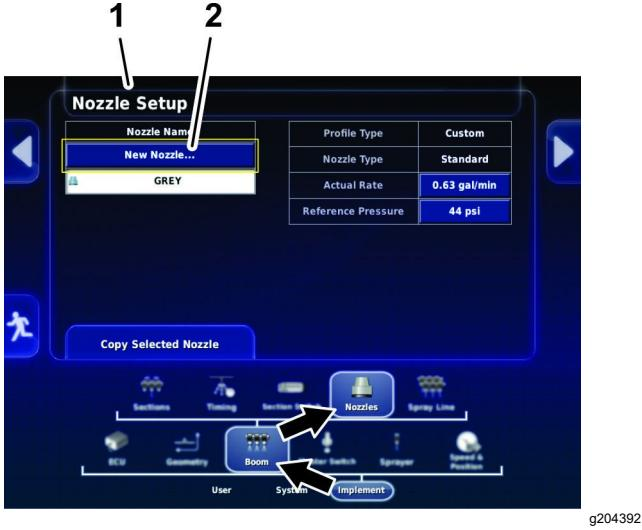

Bild 75
- Wählen Sie „Field Name“ aus, benennen Sie den Bereich und tippen Sie auf das Bestätigen-Symbol (Bild 75).